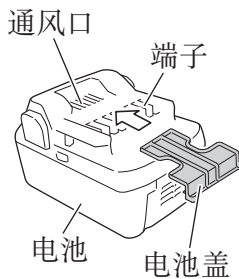

图5
- 为防止发生短路，应将电池装入工具中或者在存放时牢固地插入电池盖，直至看不到通风口。（参照图5）